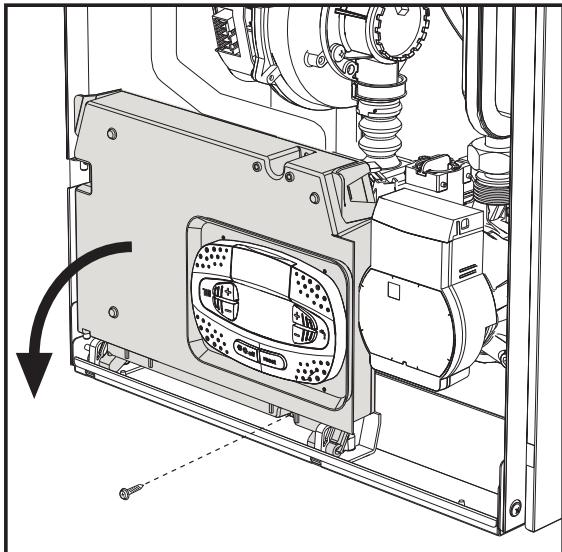
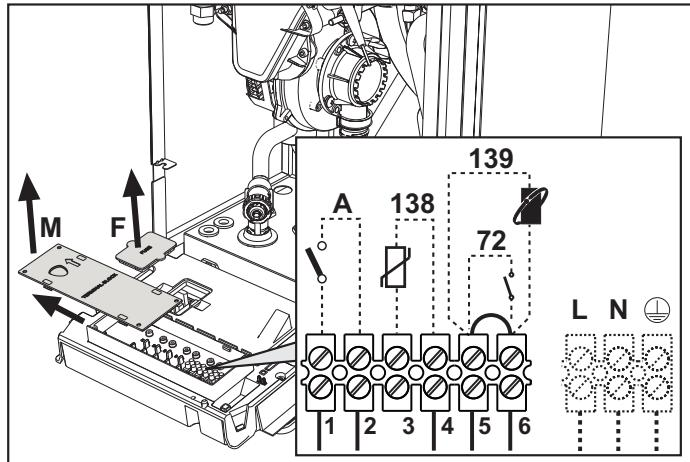

fig. 19
fig. 20
Tras quitar el panel frontal (*** 'Apertura del panel frontal' on page 84 ***), es posible acceder a la regleta de conexión (M) y al fusible (F) según las indicaciones siguientes (fig. 19 e fig. 20). **Los bornes indicados en la fig. 20 deben tener contactos secos (no 230V).** La posición de los bornes para las diferentes conexiones también se ilustra en el esquema eléctrico de la fig. 61.
Configuración del interruptor ON/OFF (A, fig. 20)